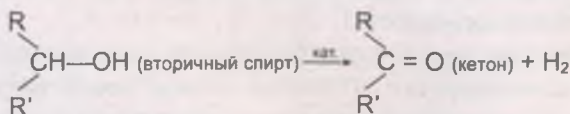

Рис. 207
- 2) дегидрированием вторичных спиртов (рис. 207);